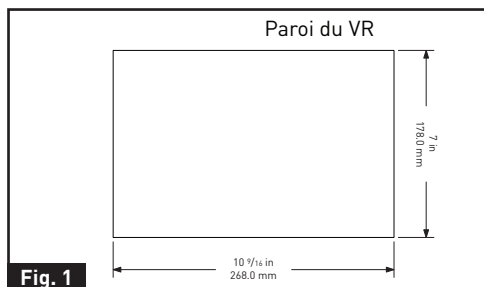

Fig. 1
2. Couper une ouverture grossière (comme la dimension indiquée à la Fig. 1) sur la paroi du VR pour permettre au centre d'alimentation de s'insérer facilement.